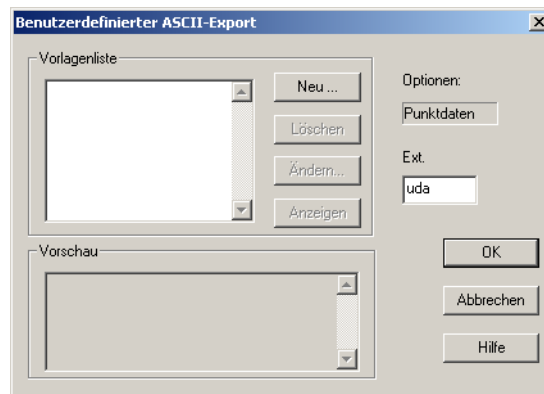

Abbildung 8.2. Dialogfeld "Benutzerdefinierter ASCII Export"
3. Klicken Sie auf **Customize**, um das Dialogfeld **Benutzerdefinierter ASCII Export** zu öffnen, Abbildung 8.2.